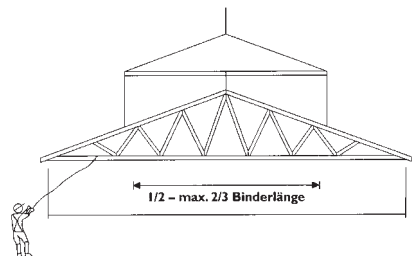

BILD 11: Bewegen mit Traverse bei Binderlängen über 24 m
- Binder mit >24 m Spannweite sollten mit Traverse und/oder Untergurtaussteifung angeschlagen werden **BILD 11**.